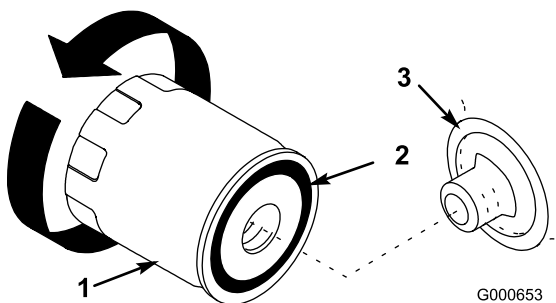

Bild 25
7. Entfernen Sie den Altfilter und wischen die Kontaktfläche am Filteradapter (**Bild 25**) ab.
10. Ölen Sie die Gummidichtung am Ersatzfilter leicht mit Frischöl ein (**Bild 25**).
11. Setzen Sie den Ersatzölfilter auf den Filteradapter auf. Drehen Sie den Ölfilter nach rechts, bis die Gummidichtung den Filteradapter berührt. Ziehen Sie ihn dann um eine weitere halbe Umdrehung an (**Bild 25**).